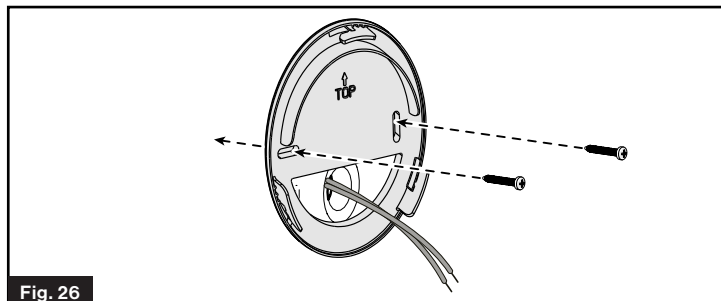

Fig. 26
1. Installez le couvercle arrière de la commande murale par-dessus du trou de $\frac{3}{4}$ po. Assurez-vous que la flèche est orientée vers le haut. Fixez le couvercle arrière au mur à l'aide de deux vis à tête cylindrique #8 (min 1 po) (non fournies). (Fig. 26)